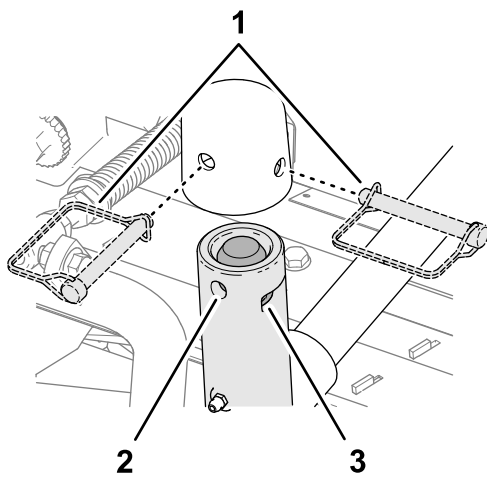

Figure 21
**Blocage du pivot des unités de coupe sur une pente** – Bloquez le pivot des unités de coupe pour empêcher celles-ci de pivoter vers le bas quand vous tondez à flanc de pente. Utilisez le trou dans la chape de pivot (Figure 21) pour bloquer l'unité de coupe. Utilisez la fente pour une unité de coupe de direction.